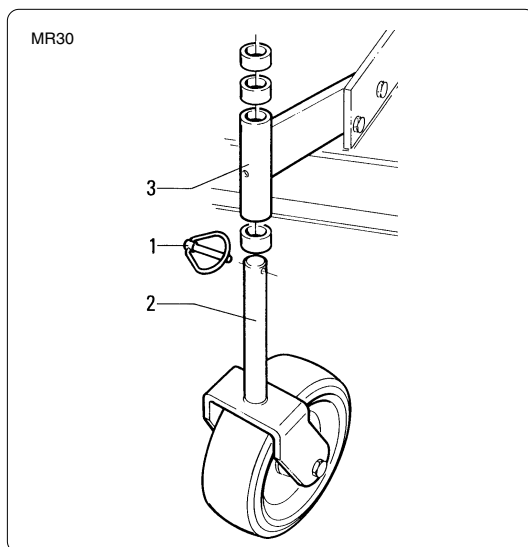

fig. 5.2.1
- Montare l'asse ruota "2" nel supporto ruota "3", infilare gli eventuali distanziali rimasti e bloccarlo con le copiglie "1" (vedi fig. 5.2.1).
- *Mount the wheel axis 2 onto the wheel support 3, slide any remaining spacers on and lock them in place with the split pins 1 (see fig. 5.2.1).*